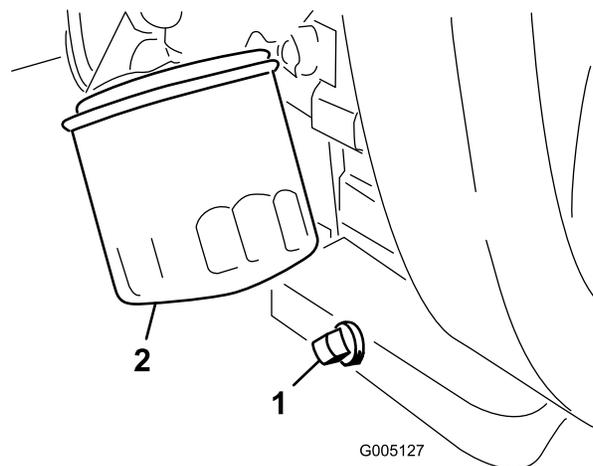

図 44
1. ドレンプラグ (図 44) を外してオイルを容器に受ける。オイルが抜けたらドレンプラグを取り付ける。
2. オイルフィルタ図 44を外す。新しいフィルタのガスケットに薄くエンジンオイルを塗る。